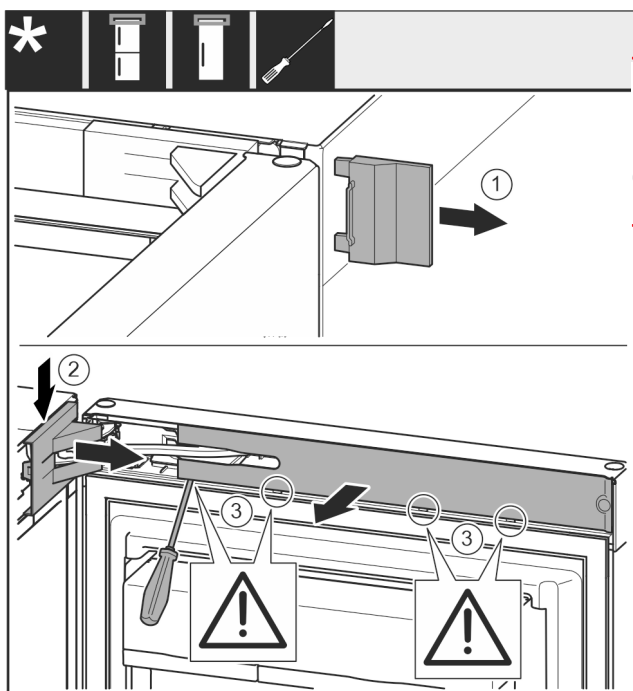

Fig. 7
- Rimuovere la copertura esterna. Fig. 7 (1)
- Disinnestare e allentare la copertura del blocco di supporto. Rimuovere la copertura del blocco di supporto. Fig. 7 (2)
- Disinnestare il pannello con un cacciavite a testa a intaglio e ruotarla lateralmente. Fig. 7 (3)